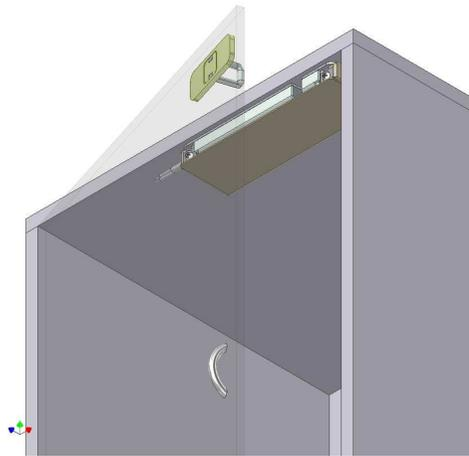

Рис.6 Установка замка для стеклянной двери.
**МК AL-250UZ-Glass** для стеклянных дверей (Рис.6);